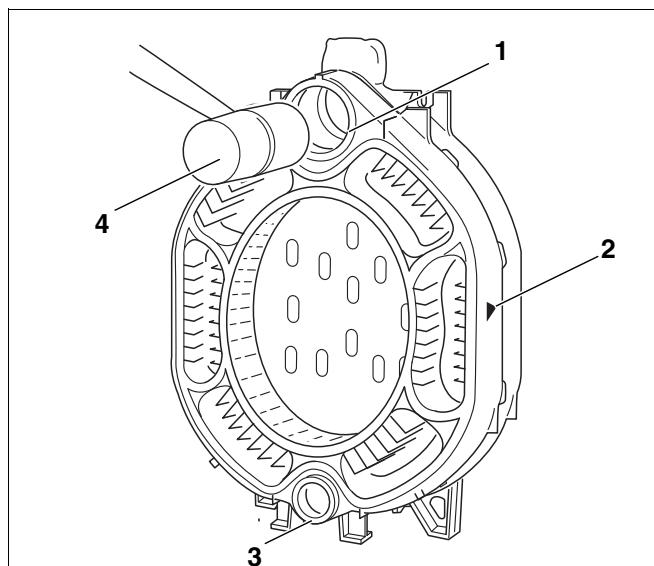

Рис. 13 Установка средней секции
- Надеть верхнюю и нижнюю ступицы (рис. 13, поз. 1 и 3) средней секции на ниппели задней секции, при этом стрелка, показывающая направление монтажа (рис. 13, поз. 2), должна быть обращена назад.
- Постукивая деревянным или резиновым молотком (рис. 13, поз. 4), придвиньте первую среднюю секцию к задней секции.